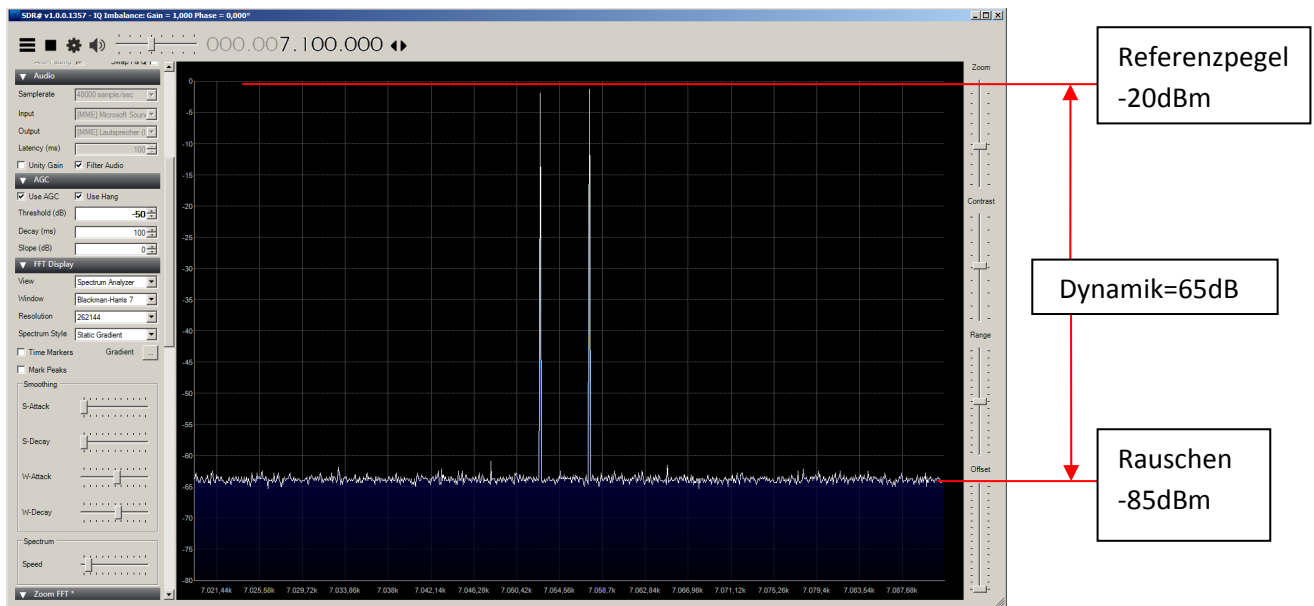

Bild 6: $P_e=2x-20dBm$, $f_1=7,052MHz$, $f_2=7,057MHz$, RF Gain=0, keine IM-Produkte erkennbar
Wenn die RF-Gain auf 0dB eingestellt wird, erreichen beide Spektrallinien bei einem Pegel von -20dBm genau die oberste, horizontale Bildschirm-Rasterlinie (Bild 6). Diese Linie bezeichne ich als "Referenzpegel", ähnlich der eines Spektrumanalysators. Übersteigen die Spektrallinien den Referenzpegel, dann besteht die Gefahr, dass sie außerhalb der linearen Übertragung des Receivers liegen und Klirrfaktor und Intermodulation erzeugen.
Bei zwei Signalen f_1 , f_2 (Bild 6) mit jeweils -20dBm Leistung sind keine Intermodulationsstörungen erkennbar. Der sichtbare, verzerrungsfreie Dynamikbereich beträgt ca. 65dB .
Lt. Definition ist die obere Grenze der Aussteuerung ($P_{e\ max}$) dann erreicht, wenn die Intermodulationsprodukte die Leistung des Grundrauschens (S) erreichen. Bei einem Grundrauschen von -85dBm ergibt sich nach Messung in Bild 6 eine maximale Dynamik von 65dB.